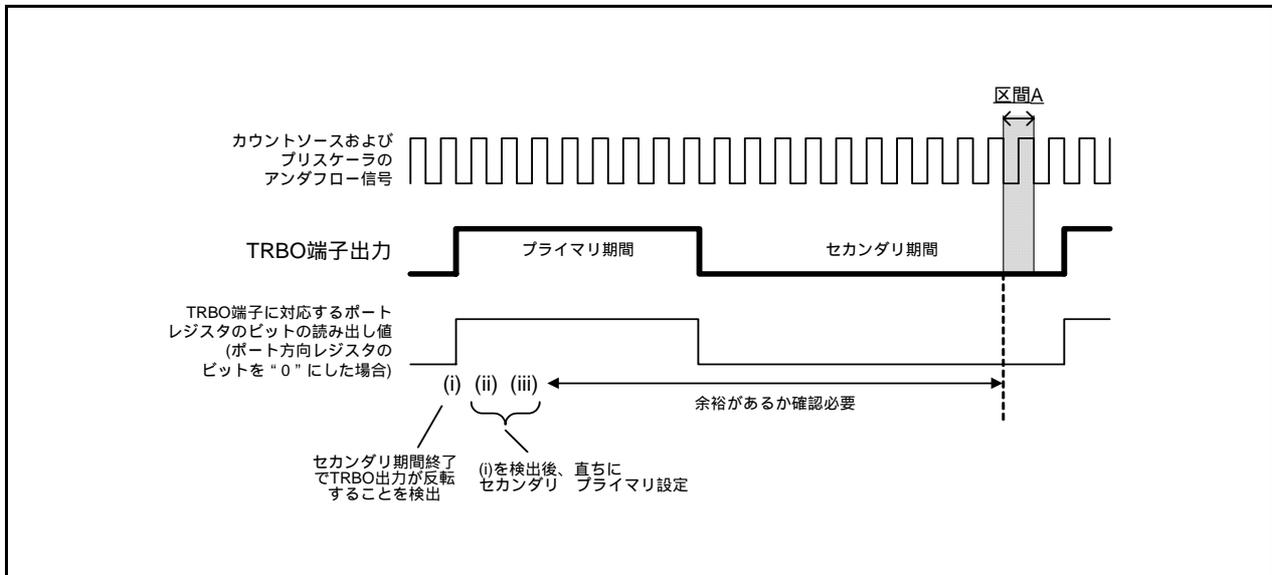

図 16.26 対策例 (b) の TRBO 端子出力値を読む例
- (1) カウント中(TCSTFビットが“1”)にTRBPRESレジスタ、TRBPRレジスタに書き込む場合は、下記の点に注意してください。
- (2) カウント中(TCSTFビットが“1”)にTRBSCレジスタ、TRBPRレジスタを変更する場合は、タイマRB割り込み等でTRBO出力周期に対して同期を取り、同一出力周期内で一度だけ行うようにしてください。また、図16.25および図16.26の区間Aで、TRBPRレジスタへの書き込みが発生しないことを確認してください。
図 16.26 に示すように TRBO 端子の出力レベルからプライマリ期間の開始を検出し、プライマリ期間の開始直後に、TRBSC レジスタ、TRBPR レジスタへ書いてください。書き込みは区間 A までに終了させてください。なお、TRBO 端子に対応するポート方向レジスタのビットを “0” (入力モード) に設定し、ポートレジスタのビットの値を読むと、読んだ値は TRBO 端子の出力値になります。